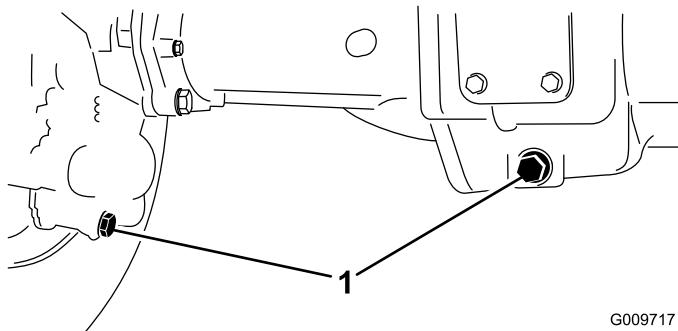

图 110
- 清洁 3 个排油塞的周边区域——两端各 1 个中间 1 个 (图 110)。